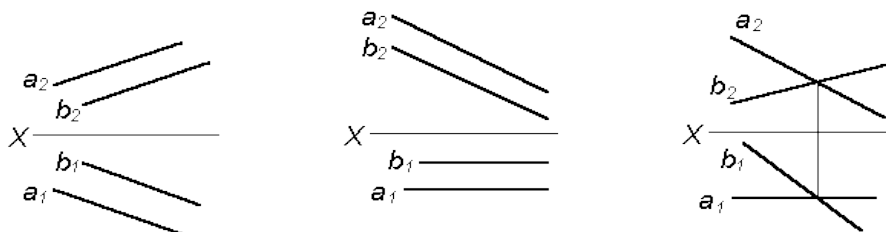

Рис.6
2. Описать положение прямых относительно друг друга (рис. 6).